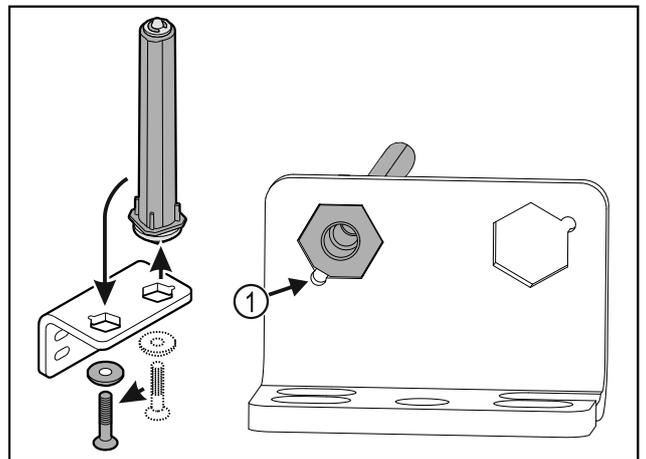

Fig. 34
- Verificare che durante l'inserimento lo smusso del perno Fig. 34 (1) sia rivolto verso il foro circolare.